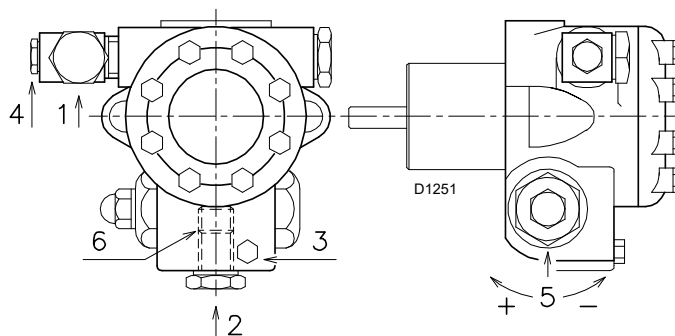

Рис. 21
- ▶ Для автоматического запуска насоса необходимо отвернуть винт 3) насоса, см. Рис. 21, чтобы выпустить воздух, содержащийся во всасывающем трубопроводе.
- ▶ Когда дизельное топливо начнет выходить из винта 3) (Рис. 21), насос включен. Остановите горелку, устанавливая переключатель 1) (Рис. 29, на стр. 24) в положении OFF (ВЫКЛ) и затягивая винт 3).